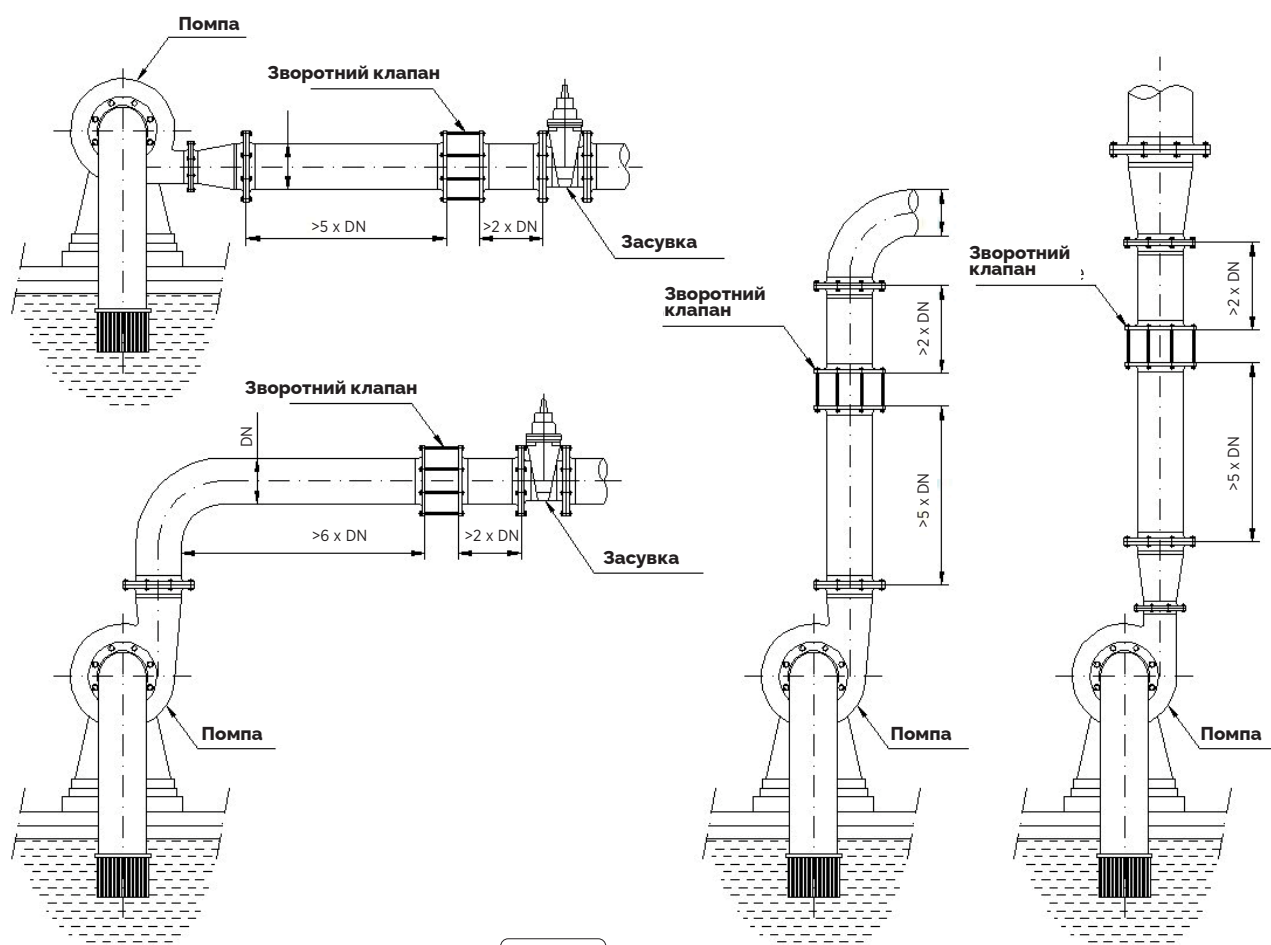

Fig. 3
- Щоб забезпечити бездоганну роботу клапана, після трубопроводу необхідно залишити мінімальну відстань прямого трубопроводу для вільної роботи клапана (**рис. 3**).